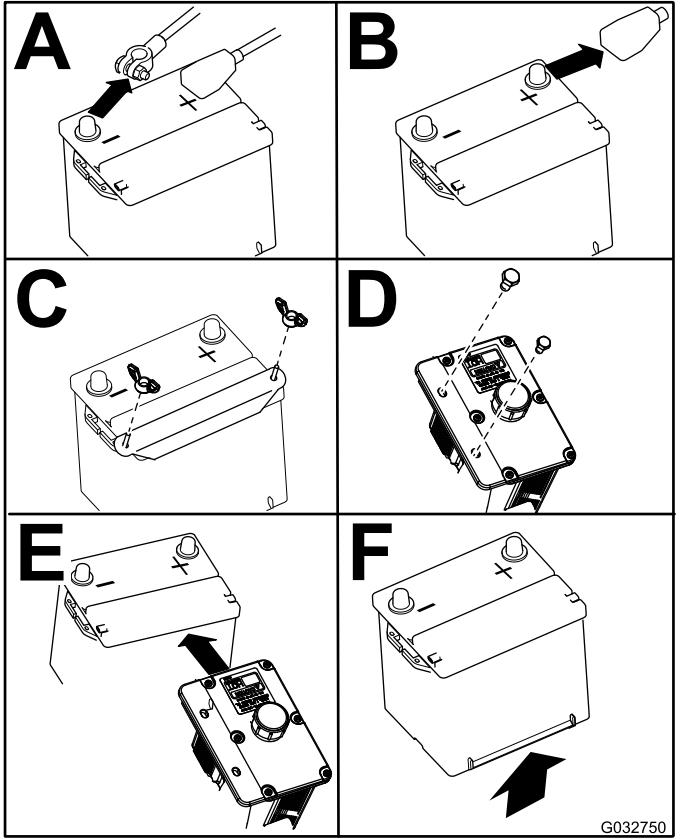

Figura 73
- Remova a bateria como se mostra na Figura 73.